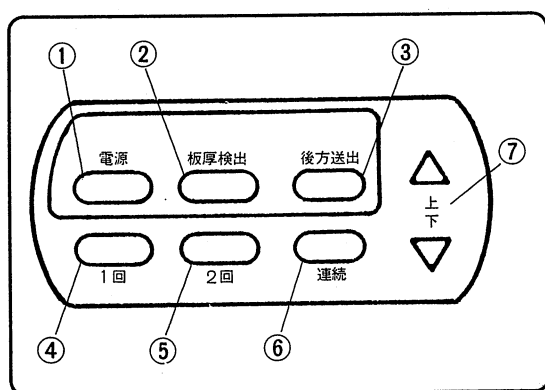
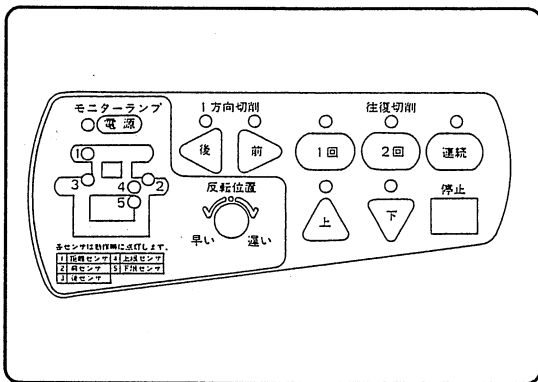
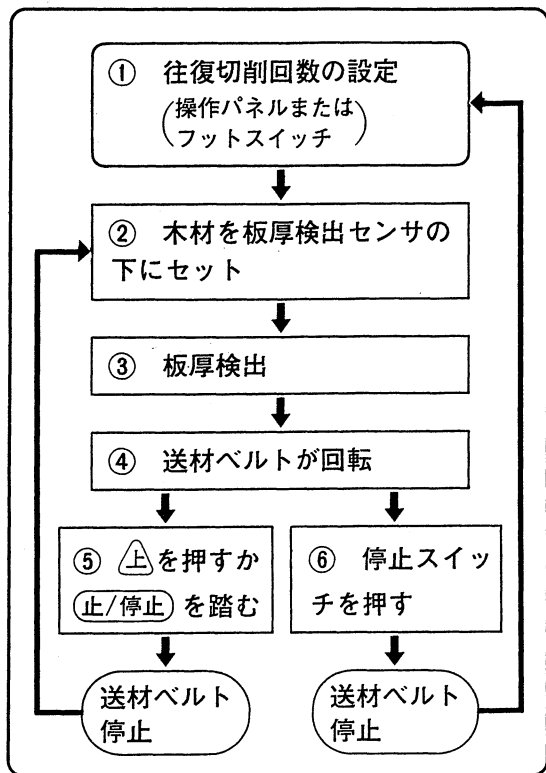
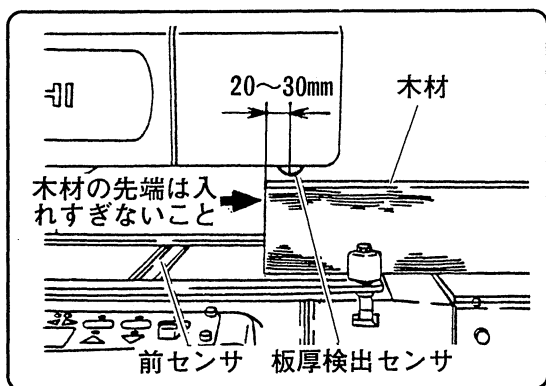

図 7
図 11
図 12
図 13
電源プラグを電源にさし込み、電源スイッチ(図1参照)を入れると、操作パネルのランプが下に示すように点灯します。(図11参照)
(3) 板厚検出スタート装置の確認
板厚検出スタート装置は、以下①～⑥のように働きます。図12を参考に確認してください。
① 操作パネルの一方向切削の **後**、**1回**、**2回**、**連続** または、フットスイッチの回数設定スイッチを押し、切削回数を設定します。
② 木材を板厚検出センサの下にセットします。(図13参照)
③ ヘッドを下降させて木材の板厚検出をします。(17ページ「(4) 板厚検出機構の確認」の項参照)
④ 木材の板厚検出が完了すると送材ベルトは自動的に回転します。
⑤ 操作パネルの **上** を押すか、フットスイッチの **上/停止** を踏むと、送材ベルトは停止します。このとき、操作パネルの切削回数表示ランプ (図11参照)、および、表示パネルの回数表示ランプ (図7参照) は消えません。この状態で木材の板厚検出をすると送材ベルトは再度、自動的に回転し、板厚検出スタートができます。
⑥ 操作パネルの停止スイッチを押すと送材ベルトは停止します。同時に切削回数の表示ランプが消えます。このときは、再度①往復切削回数の設定から始めます。
(4) 板厚検出機構の確認
木材の先端を図13のように板厚検出センサより20～30mm (目安) 入れ、操作パネルの **下** を押すか、またはフットスイッチの **下** を踏み、ヘッドを下降させます。
(図13参照)
③ 木材の板厚検出をします。(図13参照)
④ 木材の板厚検出が終わると、送材ベルトは自動的に回転します。
⑤ 木材を押し、送材させます。
⑥ 木材は自動反転して切削され戻ります。